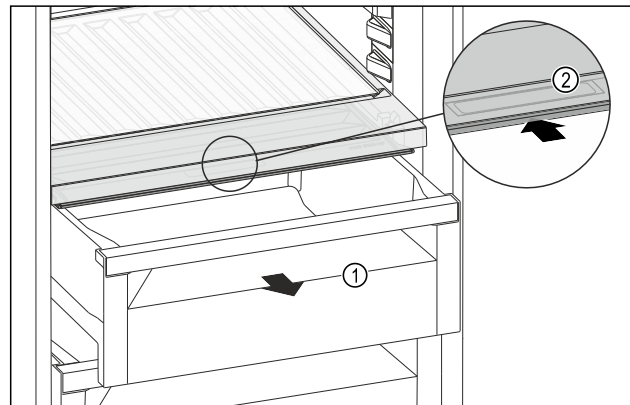

Fig. 108
- Estrarre il cassetto Fig. 108 (1).
- Afferrare la maniglia incassata Fig. 108 (2) sul coperchio dello scomparto e spingere allo stesso tempo all'indietro il coperchio dello scomparto.